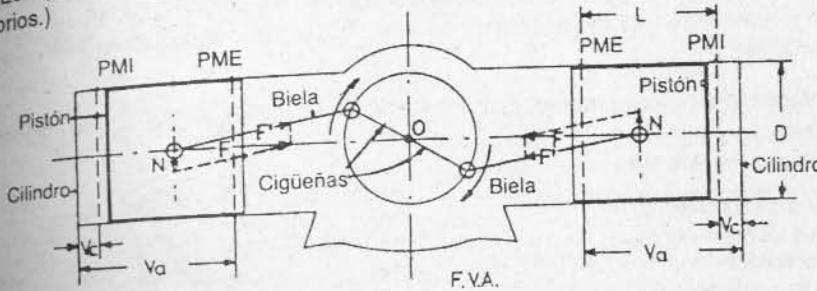

Fig. 2-4.— Esquema de motor Citroën 2 y 3CV
**Fuerzas máximas:** Generalmente se alcanzan las fuerzas máximas sobre los pistones cuando la cigüeña ha pasado en unos  $30^\circ$  el PMI, en la carrera de explosión, cuando la presión de los gases alcanza su valor máximo de  $P = 25 \text{ kg/cm}^2$ , aproximadamente. (Fig. 2-4) La fuerza máxima será el producto de la superficie de la cara circular del pistón por la presión máxima de los gases: